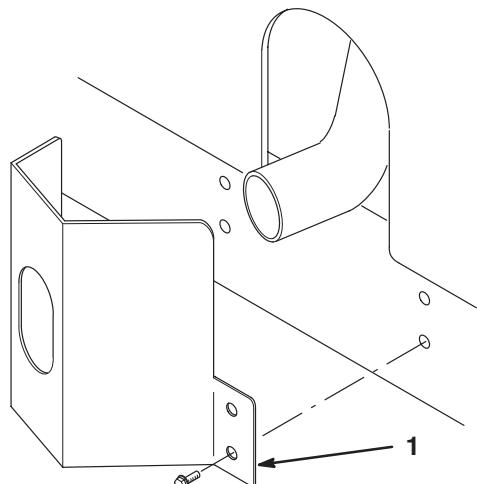

Figure 4
- Placez la protection de l'échappement autour du silencieux et alignez les trous de montage avec ceux du châssis (Fig. 4).
- Fixez la protection de l'échappement au châssis à l'aide de 4 vis autotaraudeuses (Fig. 4).